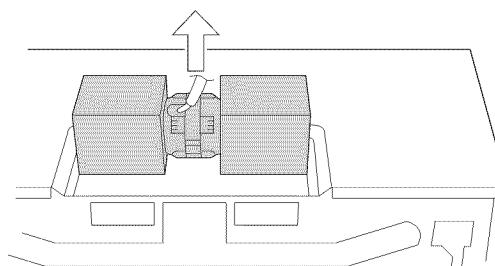

Figura 8
2. Extraiga cuidadosamente la Unidad de Ventilador de la Campana Extractora y deslice los cables hacia fuera. Véase la Figura 8. **PRECAUCIÓN:** No halar ni forzar los cables del ventilador de campana extractora.
2. Extraiga cuidadosamente la Unidad de Ventilador de la Campana Extractora y deslice los cables hacia fuera de la Caja de Alambres. Véase la Figura 8.